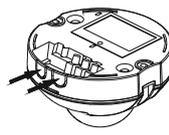

FIG. 4
- Per eventuale installazione con canale si devono rompere le due predisposizioni dei fori per consentire il passaggio senza intralci del cavo della lampada e quello dell'alimentazione (FIG. 4).